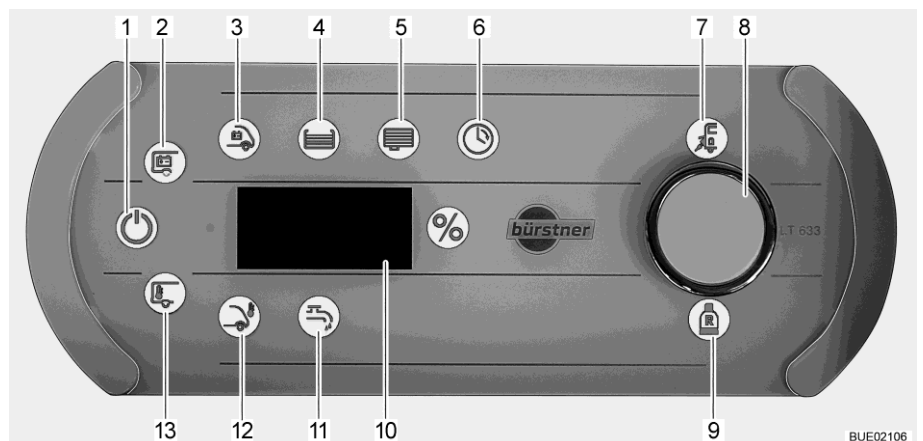

Fig. 185 Panneau de contrôle LT 633
Le symbole du contrôle du réseau (Fig. 185,7) s'allume quand le véhicule est alimenté en tension réseau de 230 V. Les batteries sont chargées.
- Appuyer brièvement sur le bouton rotatif (Fig. 185,8). Le symbole 12 V marche (Fig. 185,1) s'allume. L'alimentation en tension est coupée quand les symboles 12 V marche et batterie de cellule (Fig. 185,2) clignotent trois fois.
- Appuyer sur le bouton rotatif (Fig. 185,8) et le maintenir enfoncé pendant 5 secondes environ. Le symbole de la batterie de cellule (Fig. 185,2) et "On" est visualisé à l'affichage (Fig. 185,10).
- Lâcher le bouton rotatif. Le symbole 12 V marche (Fig. 185,1) s'allume. L'alimentation en tension est active.
- Tourner le bouton rotatif jusqu'à ce que le symbole de la pompe à eau (Fig. 185,11) s'allume. À l'affichage est indiqué l'état actuel de commutation ("ON" ou "OFF").
Quand la pompe à eau est en marche, son symbole est allumé (Fig. 185,11).
- Tourner le bouton rotatif jusqu'à ce que le symbole de la batterie de cellule (Fig. 185,2) s'allume. La tension de la batterie de cellule est indiquée à l'affichage pendant environ 20 secondes (par ex. "13,8U" pour 13,8 Volt).
- Tourner le bouton rotatif jusqu'à ce que le symbole de la batterie de démarrage (Fig. 185,3) s'allume. La tension de la batterie de démarrage est indiquée à l'affichage pendant environ 20 secondes.
- Tourner le bouton rotatif jusqu'à ce que le symbole du réservoir d'eau (Fig. 185,4) s'allume. Le symbole "%" s'allume. Le niveau du réservoir d'eau est indiqué à l'affichage pendant environ 20 secondes.
- Tourner le bouton rotatif jusqu'à ce que le symbole du réservoir d'eaux usées (Fig. 185,5) s'allume. Le symbole "%" s'allume. Le niveau du réservoir d'eaux usées est indiqué à l'affichage pendant environ 20 secondes.
- Réserve de gaz** Le symbole de la bouteille de gaz de réserve (Fig. 185,9) s'allume quand cette dernière est utilisée.
- Tourner le bouton rotatif jusqu'à ce que le symbole de la température intérieure (Fig. 185,13) ou extérieure (Fig. 185,12) s'allume. La température sélectionnée est indiquée à l'affichage.
- Tourner le bouton rotatif jusqu'à ce que le symbole de l'horloge (Fig. 185,6) s'allume.